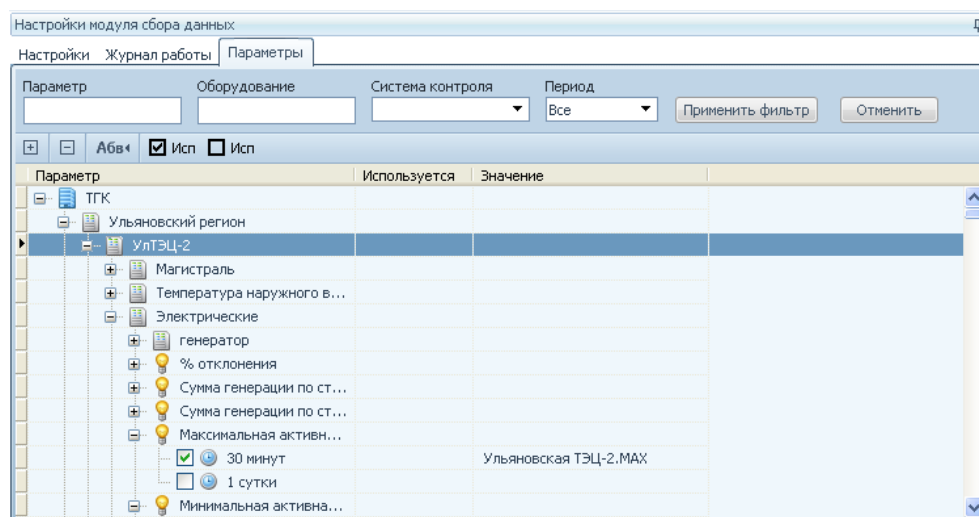

Рисунок 20.4 – Вкладка «Параметры»
3) Вкладка «Параметры» (Рисунок 20.4) предназначена для задания адресов параметров в источнике данных.